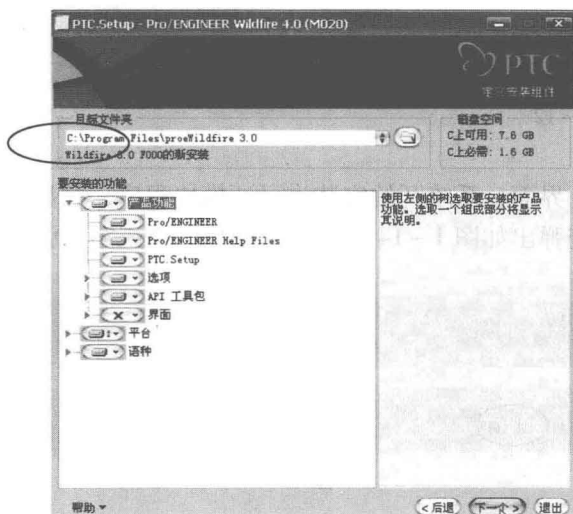

图 1-17
(11) 返回图 1-9 界面, 单击图中【Pro/ENGINEER】项, 出现图 1-17 对话框, 可选择安装目录及要安装的功能;